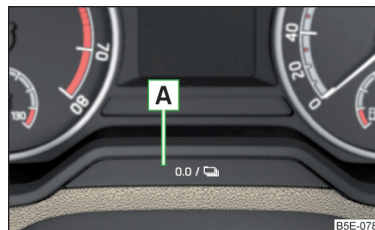

Fig. 46
- Mantenga pulsada la tecla **A** » fig. 46 hasta que se muestre en la pantalla el punto de menú **Servicio**.